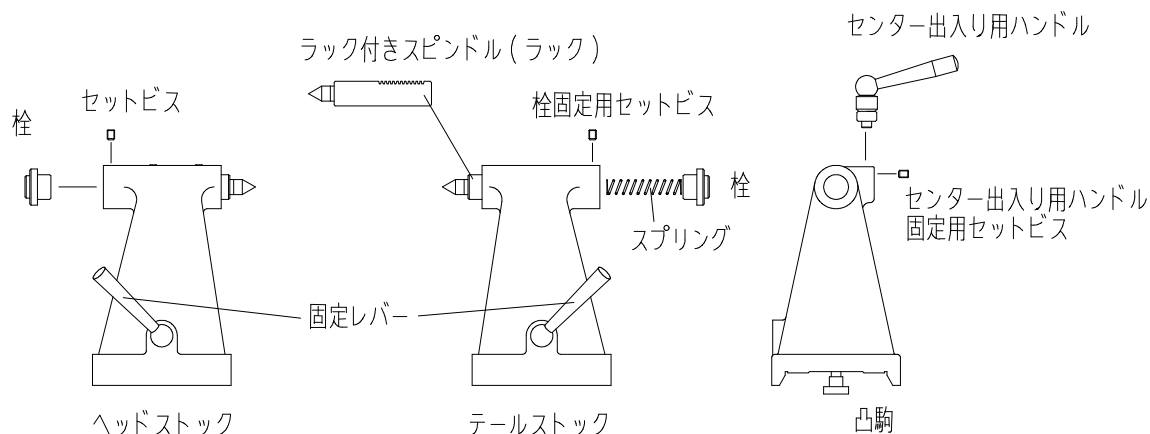

図 3, 凸駒 ・ センター出入り用ハンドルの調整
- ① 図3のように栓固定用セットビスを緩めて栓を取り外してください。